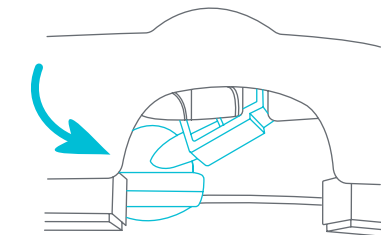

Fig. 6b
- Tire de la rueda hacia afuera desde la base y enderece la rueda (Fig. 6b).